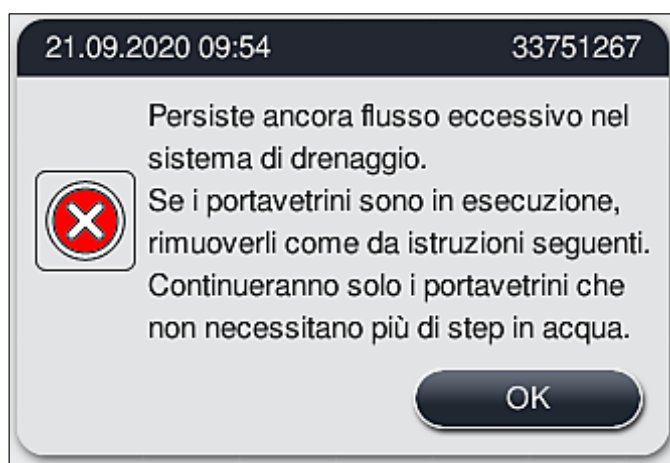

Fig. 125
3. Se non è possibile eliminare l'ostruzione nonostante le misure di pulizia, le stazioni di risciacquo vengono disattivate a causa del persistente livello critico dell'acqua. Le stazioni di risciacquo vengono mostrate come difettose sul display. Per terminare uno o più programmi, premere (→ "Fig. 123-2") oppure (→ "Fig. 124-2") per avviare il processo di interruzione controllata. I programmi che non richiedono uno step in acqua vengono proseguiti fino alla fine del processo di colorazione. Qualunque portavetrini rimasto che ancora richiede almeno uno step in acqua deve essere annullato e rimosso dallo strumento. Confermare il messaggio successivo (→ "Fig. 125") premendo **OK**.